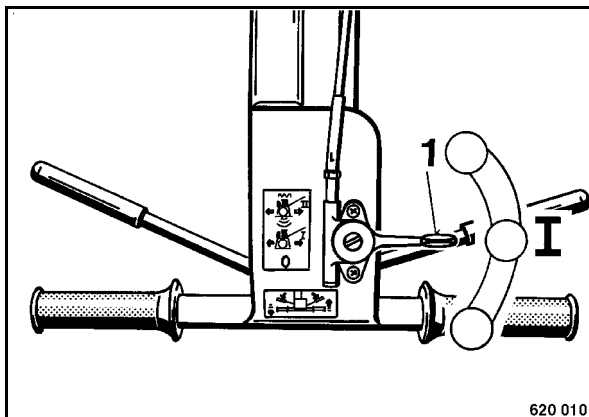

рис. 5
- Установить рычаг управления частотой вращения 1 (рис. 5) в положение "I" (фиксированное положение).